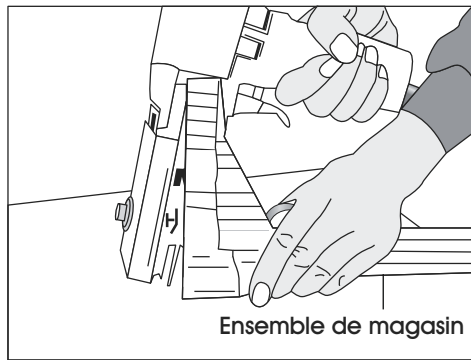

Figure 32
2. Retirez le magasin. (Voir Figure 32)